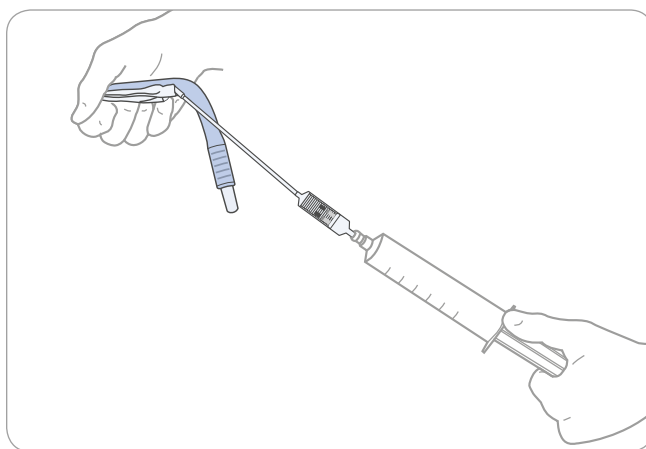

Figura 7. Sgonfiaggio di LMA® Gastro™ Cuff Pilot™
1. Dopo aver collegato saldamente una siringa di almeno 50 ml alla bocca di gonfiaggio, tenere la siringa e il dispositivo esattamente come illustrato nella **Figura 7**. Allontanare dal dispositivo la siringa collegata finché la linea di gonfiaggio risulta leggermente tirata come illustrato. Con la mano protetta da un guanto, comprimere l'estremità distale del dispositivo tra il pollice e l'indice togliendo aria fino a ottenere il vuoto.
2. Durante lo sgonfiaggio, tenere il dispositivo in modo che l'estremità distale risulti leggermente curvata anteriormente come illustrato nella **Figura 7**.